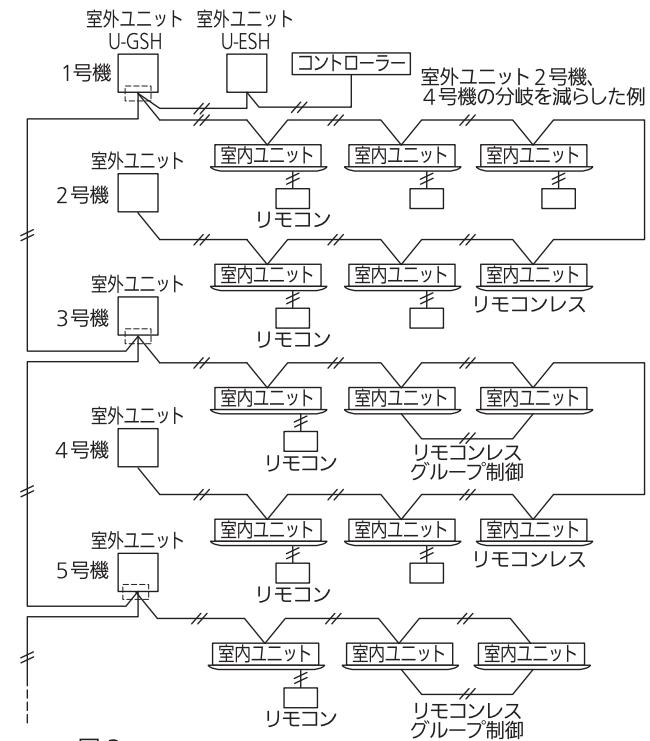

図3
③バス方式で 17 分岐以上になる場合、2系統を分岐後の配線とする。（図3）